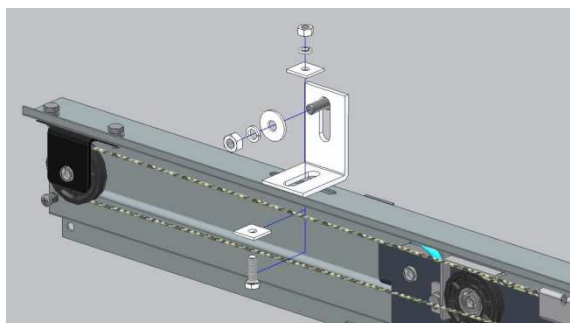

图 7-11
7.5.3 根据层门装置安装支架的安装孔，在井道墙壁的门框上侧，确认位置后划线钻孔。先安装金属膨胀螺栓，再连接层门装置安装支架和层门装置。请见图 7-11: